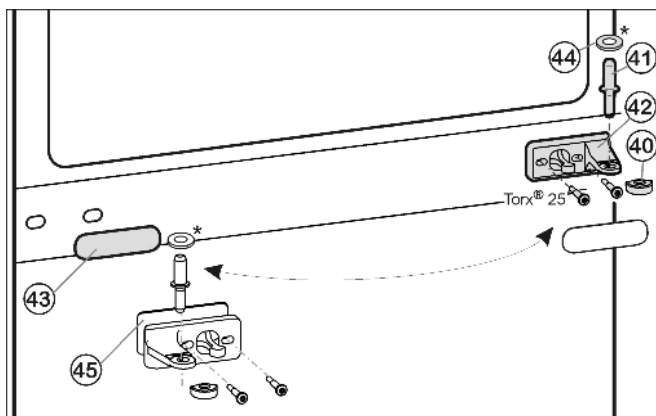

Fig. 13
- ▶ Вытащите из опорного кронштейна и нижней дверцы средний опорный палец Fig. 13 (41).
- ▶ Вытащите средний опорный палец Fig. 13 (41) с шайбой Fig. 13 (44) из опорного кронштейна и нижней дверцы.
- ▶ Снимите пластмассовый колпачок Fig. 13 (40).
- Открутите средний опорный кронштейн Fig. 13 (42) (2 шт. Torx® 25).
- Осторожно снимите накладку Fig. 13 (43).
- Прикрутите средний опорный кронштейн Fig. 13 (42) с подкладкой Fig. 13 (45) с поворотом на 180° на новую сторону шарнира (с моментом 4 Нм).
- Защелкните накладку Fig. 13 (43), повернув на 180°, на стороне, где теперь будет ручка.
- ▶ Снова наденьте пластмассовый колпачок Fig. 13 (40) на средний опорный кронштейн Fig. 13 (42).
- ▶ Вставьте средний опорный палец Fig. 13 (41) через средний опорный кронштейн Fig. 13 (42) в нижнюю дверцу.
- ▶ Установите шайбу Fig. 13 (44) на средний опорный палец Fig. 13 (41).
- ▶ Установите верхнюю дверцу на средний опорный палец *Fig. 13 (41)*, закройте дверцу и установите верхний опорный кронштейн *Fig. 10 (23)* так, чтобы он защелкнулся в верхней стороне устройства.